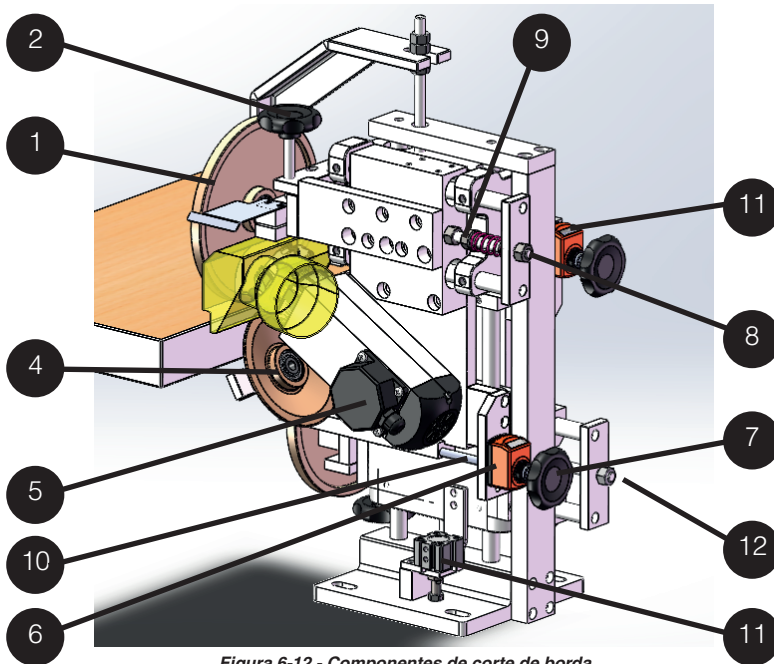

Figura 6-12 - Componentes de corte de borda
5.4.1 Após o corte frontal/traseiro, é necessário o refinamento das bordas para remover o excesso de material de banda das superfícies dos painéis e criar bordas perfeitamente arredondadas. Conforme mostrado na Figura 6-12 (usando o corte superior como exemplo), com o motor de corte e a posição relativa da fresa de arredondamento fixos: